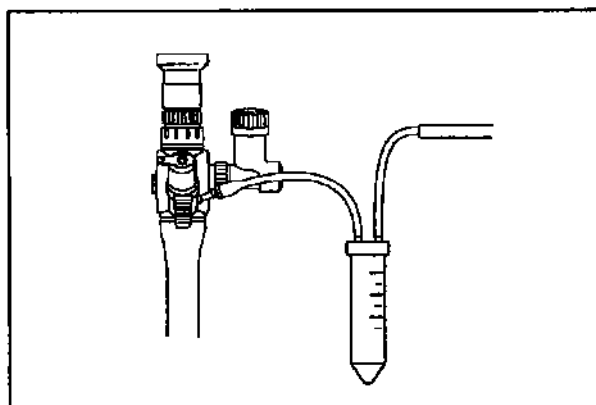

Рис. 4.7
1. Отсоедините аспирационный шланг от аспирационного разъема. Соедините аспирационный шланг аспиратора с аспирационным разъемом любой серийной системы для бронхоальвеолярного лаважа. Соедините аспирационную трубку системы для бронхоальвеолярного лаважа с аспирационным разъемом клапана для аспирации (см. Рис. 4.7).